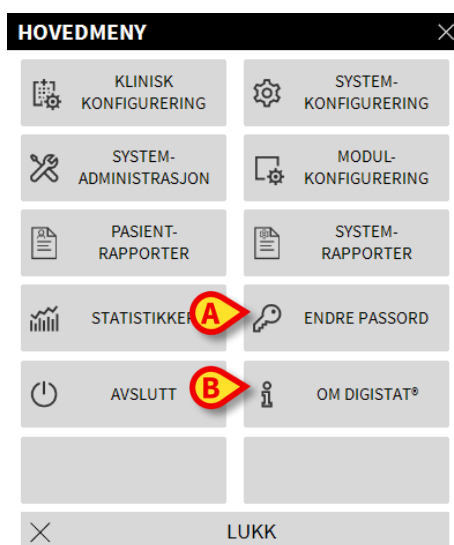

Fig. 36
Endre passord-knappen i DIGISTAT®-hovedmenyen (Fig. 36 **A**) åpner et vindu hvor det er mulig å endre passordet til brukeren som er pålogget systemet.
- Klikk på **Endre passord**-knappen (Fig. 36 **A**).
Om-knappen i DIGISTAT®-hovedmenyen (Fig. 36 **B**) viser et vindu med informasjon om installert DIGISTAT® versjon og tilhørende lisenser (Fig. 38).